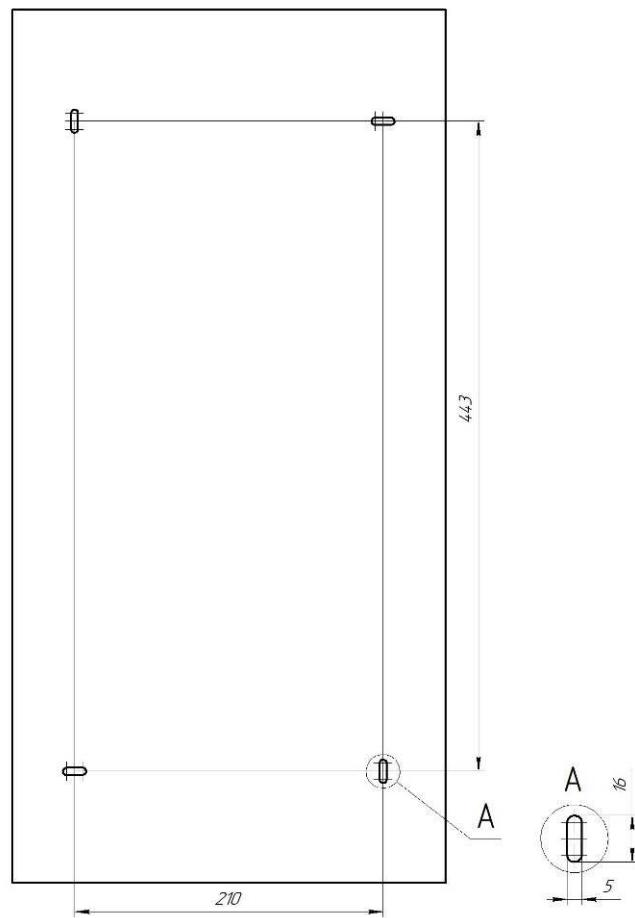

Рисунок 3. Расположение установочных отверстий на корпусе светильника Econex Office 295 для накладного монтажа.
5.3.1. Для установки светильника необходимо повернуть торцевую панель и аккуратно снять рассеиватель. Надежно закрепить на ровной поверхности корпус светильника при помощи креплений (не входят в комплект поставки), габариты для монтажа см. рисунок 3.